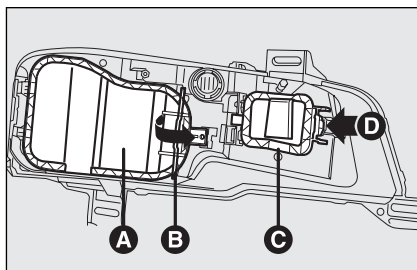

fig. 27
- ☐ quite la tapa de protección **A** y **C**-fig. 27 desenganchando el dispositivo de fijación **B** y **D**;